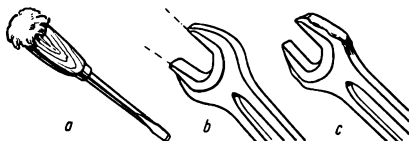

Bild 18
14. Beurteile die in Bild 18 gezeigten Werkzeuge!